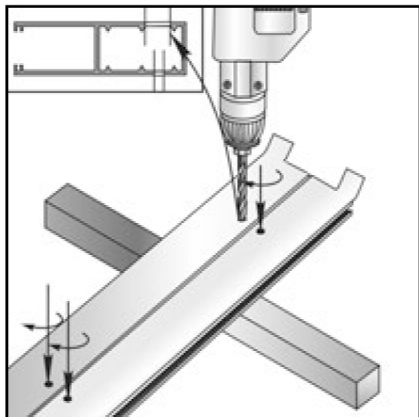
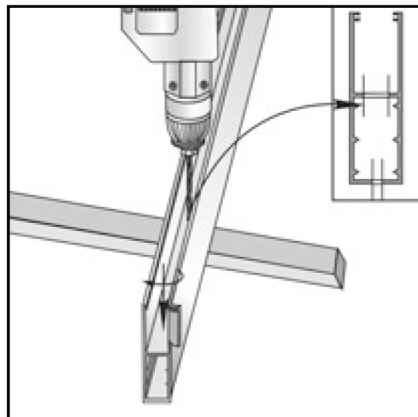

рис. 5
рис. 6
- 2.5. При накладном монтаже рассверлить отверстия на лицевой поверхности направляющей шины под заглушки  $D=11,8$  мм (рис.5). При встроенном монтаже отверстие во внутренней стенке шины рассверлить  $D=11,8$  мм (рис.6).